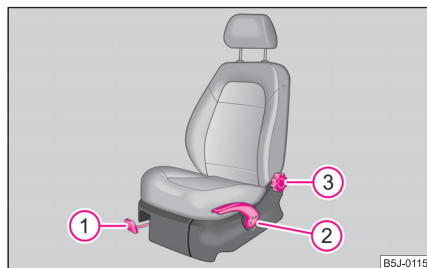

Abb. 49 Bedienelemente am Sitz
- Ziehen Sie den Hebel ① ⇒ Abb. 49 nach oben und schieben Sie dabei den Sitz in die gewünschte Position.
- Lassen Sie den Hebel ① los und verschieben Sie den Sitz soweit, bis die Verriegelung hörbar einrastet. ▶